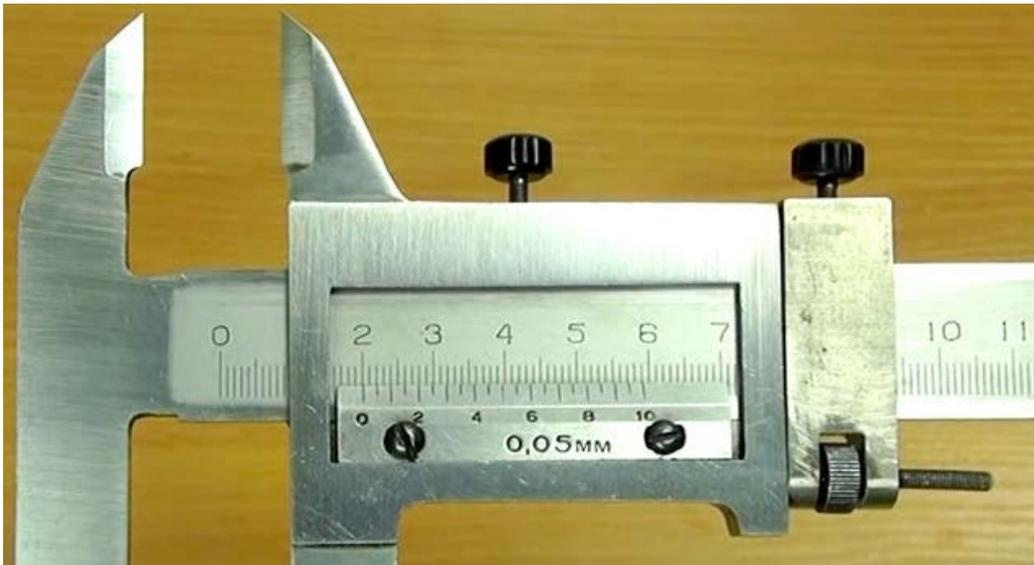

Рис.2.
14. Определить показания измерения штангельциркулем (Рис.2).
11. Перечислите детали штангенциркуля под цифрами: 1; 6; 9. (Рис. 2).
13. Какая зубчатая передача редуктора называется двухступенчатой (Рис. 2)?